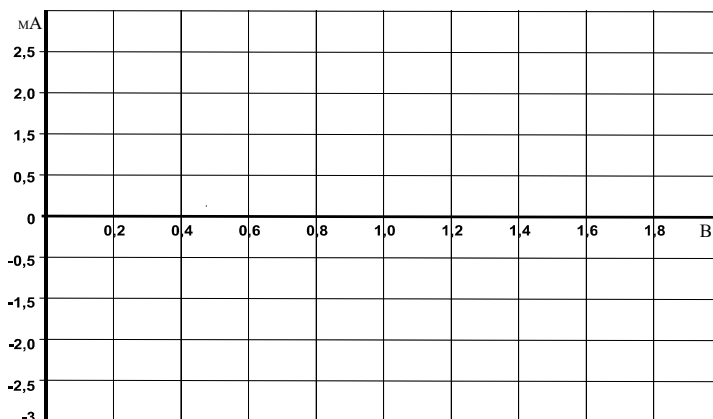

Рисунок 9
3.3. На рис. 9 постройте графики $I_{У}(U_{УК})$ при увеличении и уменьшении напряжения. На графике отметьте напряжения $U_{Отп}$ и ток $I_{Отп}$.